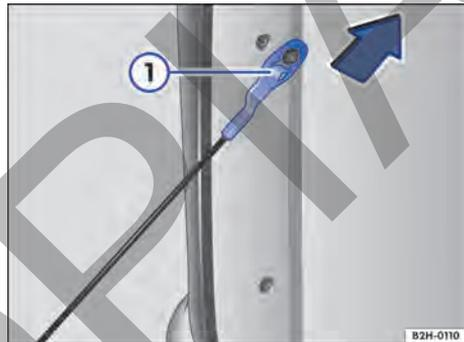

Fig. 50 Desenganchar el cable de sujeción de la compuerta de carga.
4. Tire del cable en el sentido contrario al de la flecha, hasta el tope → fig. 50.